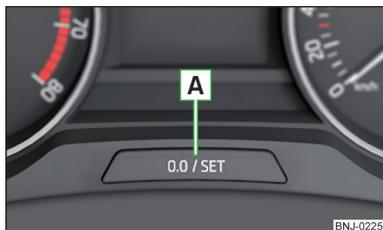

Fig. 26
► Pulse ligeramente la tecla **A** » fig. 26 de la pág. 33.
- Pulse la tecla **A** » fig. 26 y manténgala pulsada hasta que se muestre en la pantalla del punto del menú Hora.